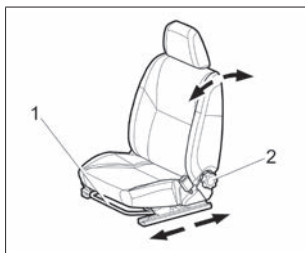

Рис. 9. Переднее сиденье
Для регулировки передних сидений в продольном направлении потяните блокирующий рычаг **1** (рис. 9) вверх. После установки сиденья в удобное положение опустите рычаг и, небольшим перемещением сиденья вперед-назад, добейтесь его надежной фиксации.
Рис. 9а. Переднее сиденье
**В варианном исполнении** в автомобиле реализуется функция регулировки переднего сиденья по высоте. Чтобы изменить угол наклона и положение подушки сиденья, поднимайте либо опускайте рычаг (см. рис. 9а), расположенный с внешней стороны подушки. Для того чтобы опустить подушку сиденья, толкните рычаг несколько раз вниз. Для того чтобы поднять подушку сиденья, потяните рычаг несколько раз вверх. Наклон спинки сиденья регулируется бесступенчато вращением круглой рукоятки с противоположной от рычага регулировки сиденья стороны.